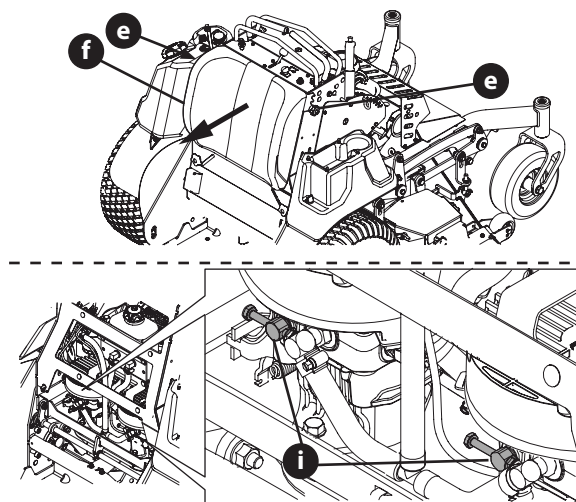

Fig. 2
3. Realice lo siguiente para abrir las dos válvulas de derivación de la transmisión hidrostática (Fig. 2):